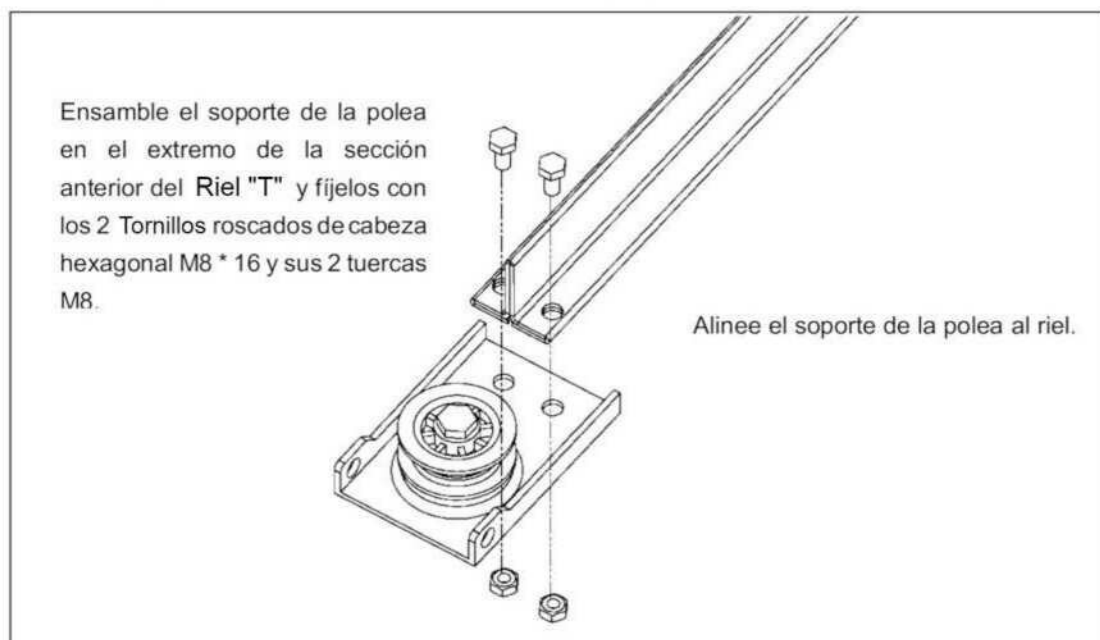

Fig.24
5.9.-Ensamble del Soporte de la Polea del Riel "T" (Fig.24)